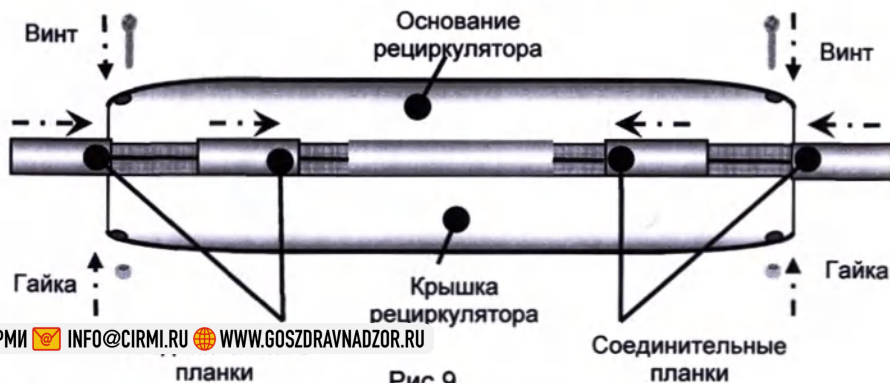

Рис.9
- Совместить крышку с основанием рециркулятора и зафиксировать при помощи соединительных планок (рис.9).
- Установить винты, соединяющие крышку и основание, и зафиксировать их гайками (рис.9).
Внимание! Названия элементов конструкции рециркулятора, приведенные в п.8.5, п.8.6 соответствуют компоновке Рециркулятора (Приложений 1, рис.9) и блок схеме электрической (Приложение 2, рис.10).
Названия элементов конструкции рециркулятора, приведенные в данном разделе, соответствуют компоновке и блок схеме электрической (Приложение 1, рис.9 и Приложение 2, рис.10).